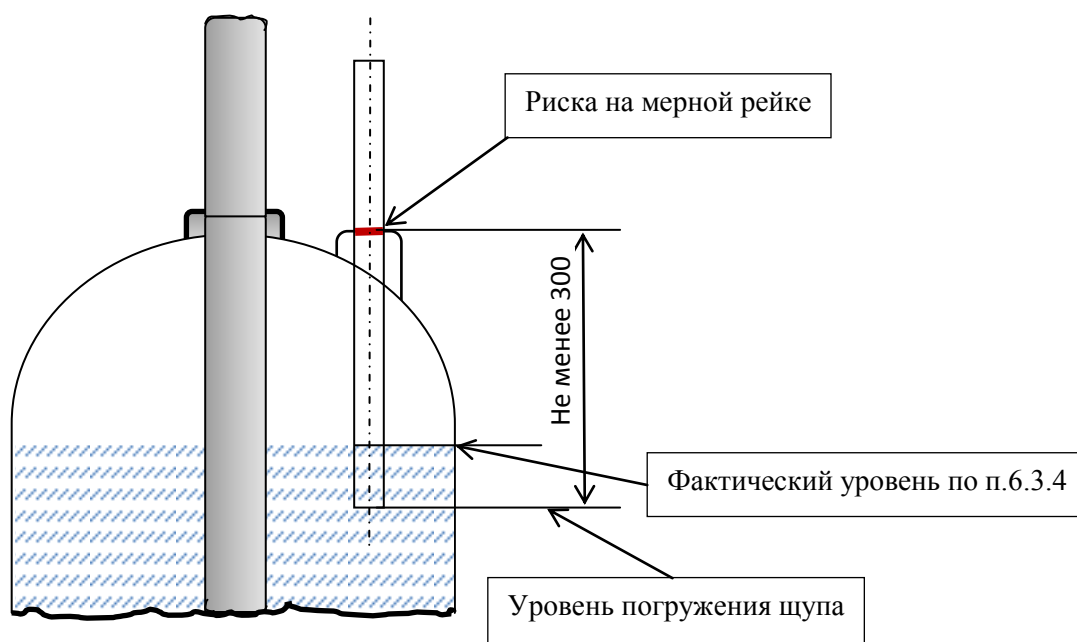

Рис. 2 Схема замера уровня ОТВ
6.3.4 Замерить фактический уровень воды в корпусе, заправленный согласно п.6.3.3 для чего в бобышку на корпусе, в которой установлен предохранительный клапан (См.рис 1., поз. 4), поместить мерную шуп - рейку. В качестве щупа использовать стержень (пруток) диаметром не более 10 мм, с нанесенной рисккой (см. Рис. 2). Расстояние от риски до конца стержня погружаемого в корпус МУПТВ не менее 300 мм. Совместить риску на стержне с краем бобышки. Замерить длину сухого участка щупа до риски. Результат занести в таблицу В1 приложения В.